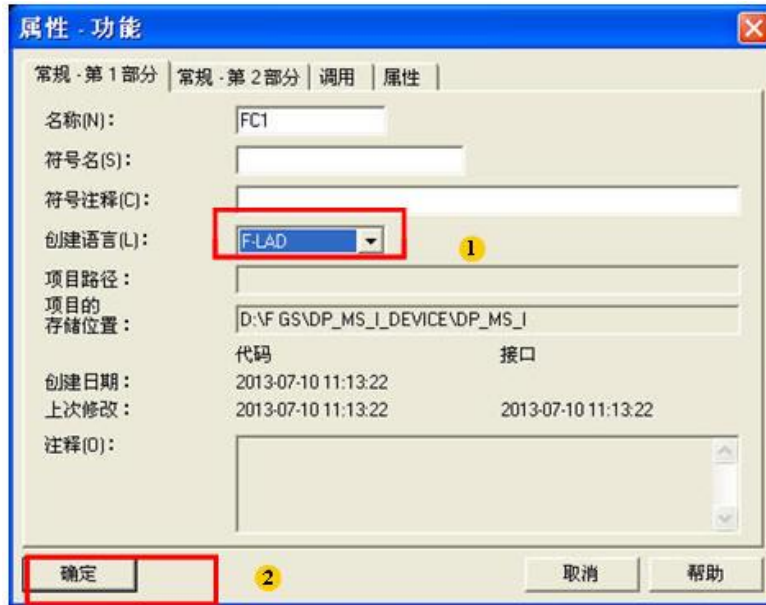

图 2-16 选择编程语言 F-LAD
- 2) 在 F-FC 功能设置页面。创建语言选择：F-LAD,点击 “ 确定” ，如图 2-16